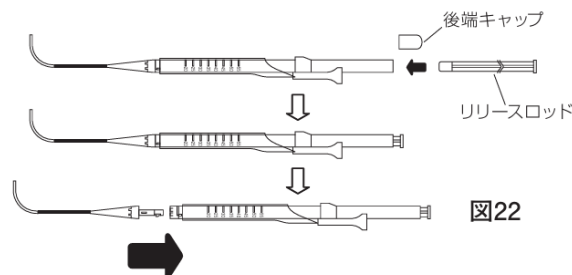

図22
6. ダイレクタ先端部とダイレクタ胴体部を合体後、接続解除する必要がある場合は、後端キャップを外し、リリースロッドを突き当たりまで挿入し、ダイレクタ先端部を把持した状態でダイレクタ胴体部を引張り、接続解除すること。無理に接続解除するとロックが破損する可能性がある。(図 22)